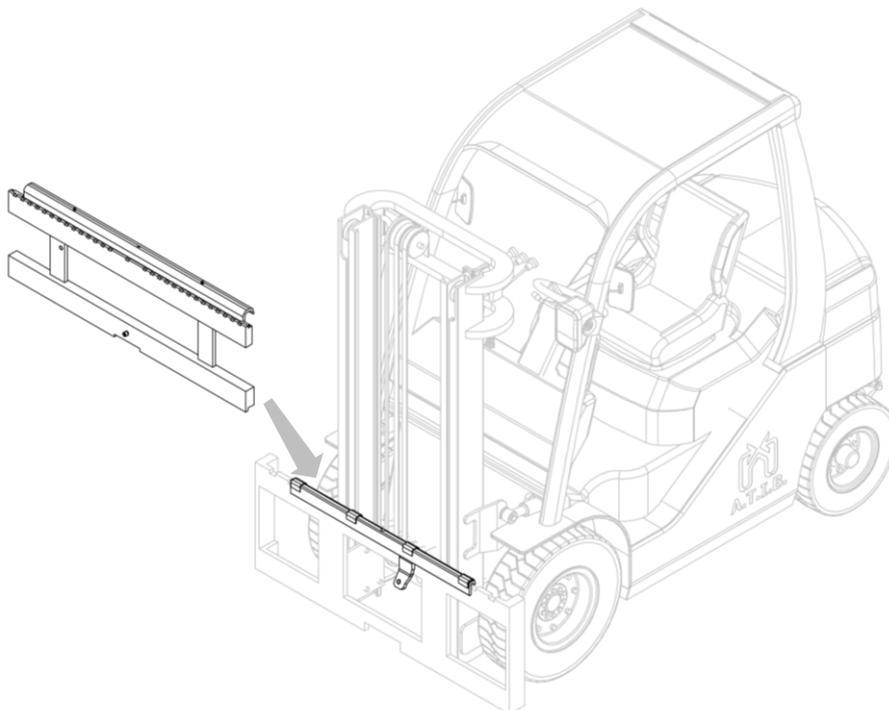

Figure 14
8. Accrocher l'équipement à l'aide d'un pont roulant ou d'un palan d'une portée suffisante et le placer sur le double crochet, en veillant à le positionner correctement (*Figure 14*).